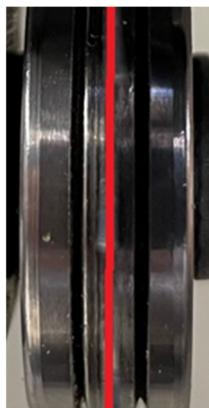

Figure 38
- Centrer le roulement de sorte que la lame soit en appui contre l'espace entre les deux rainures de chantournage, (Fig 38)